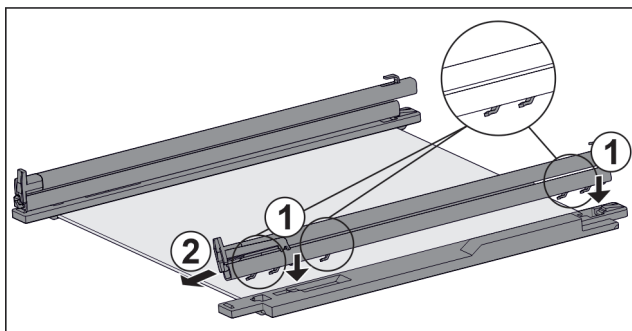

Fig. 224 Steklена plošča z vodili in držalnimi deli
- ▶ Kavelj vodila namestite na odprtine **levega** držalnega dela. Fig. 224 (1)
- ▶ Vodilo potisnite proti sprednji strani. Fig. 224 (2)
- ▶ Kavelj vodila namestite na odprtine **desnega** držalnega dela. Fig. 224 (1)